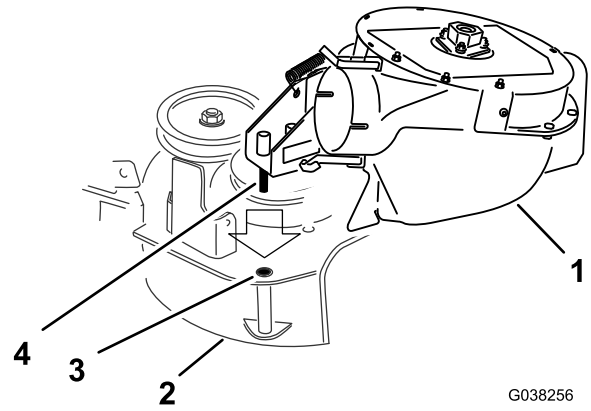

Bild 37
1. Fluchten Sie den Lagerbolzen am Gebläse mit dem Lagerbolzenloch im Mähwerk aus (Bild 37).
3. Senken Sie das Gebläse ab und schieben Sie den Lagerbolzen in das Drehzapfenloch (Bild 37).